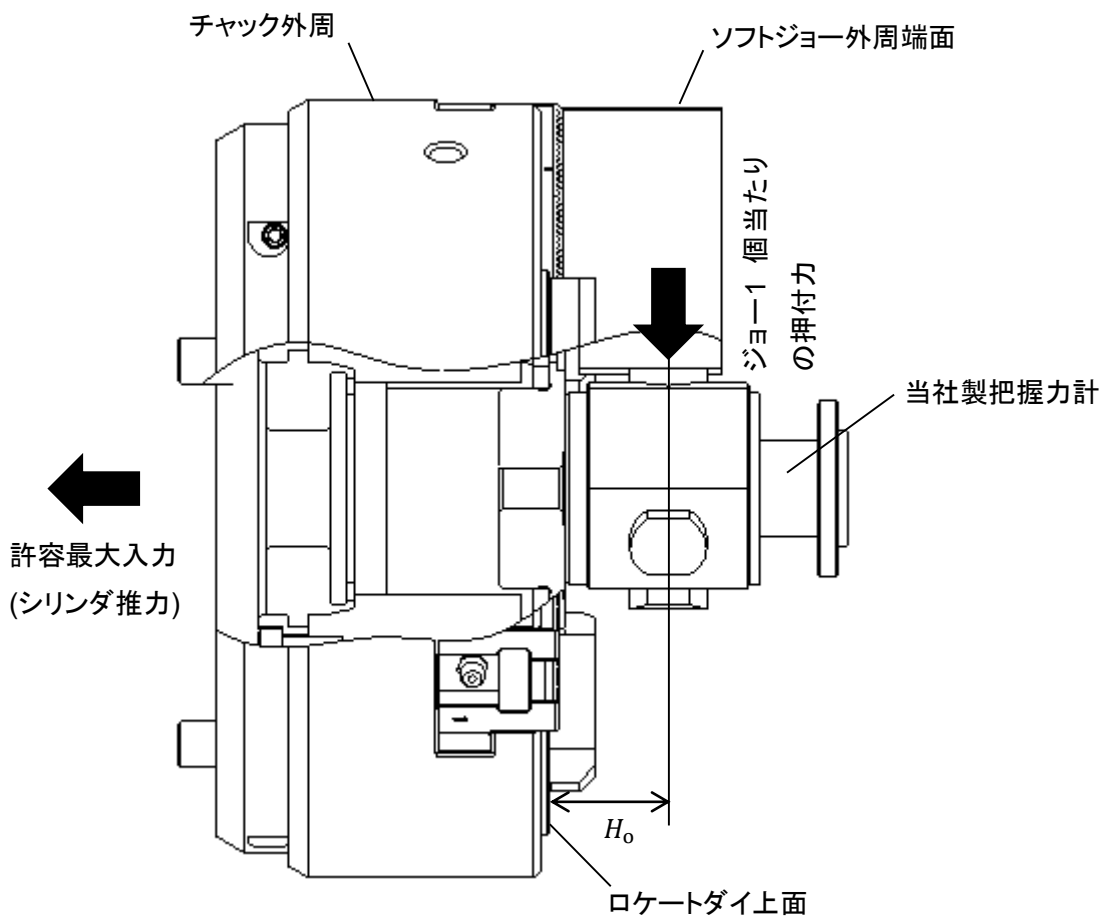

図 5 把握力測定方法
- 当社製把握力計にて測定し、把握位置は図 5 の高さです。(P-15 の表 5 も併せて参照)